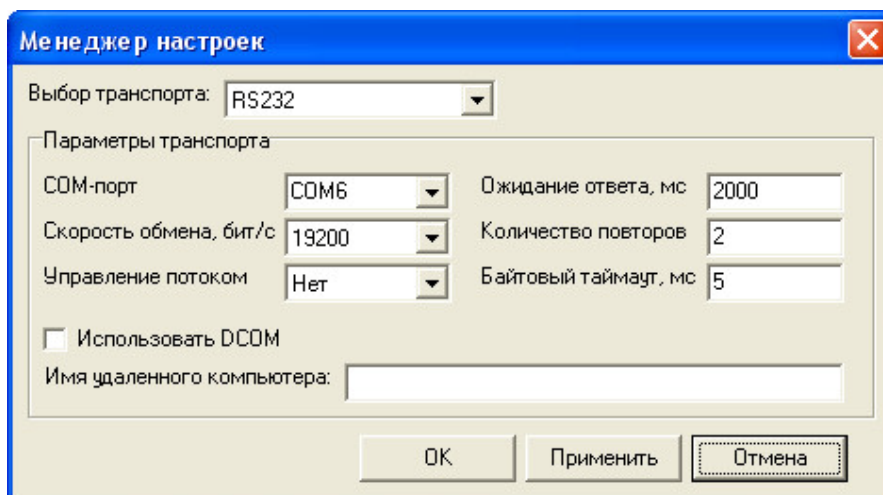

Рис. 7. Окно программы Настройка соединения.
2.5.4. Нажмите кнопку **Настройка соединения** на экране монитора появится окно, изображенное на рис.7: